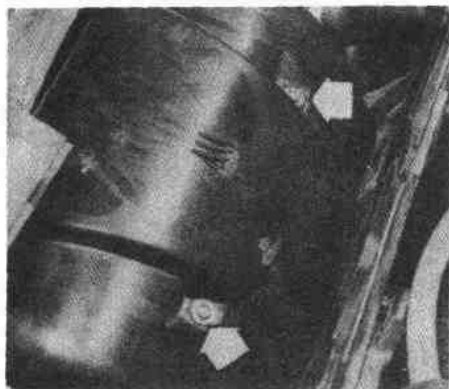

图 4-1-3
- (1) 拆下气压室上方的空气进口罩。
- (2) 按图 4-1-3 所示, 拆下水箱阀上的真空软管。
- (3) 按图 4-1-3 所示, 拆下鼓风机电机罩上箭头所指的两个螺钉。